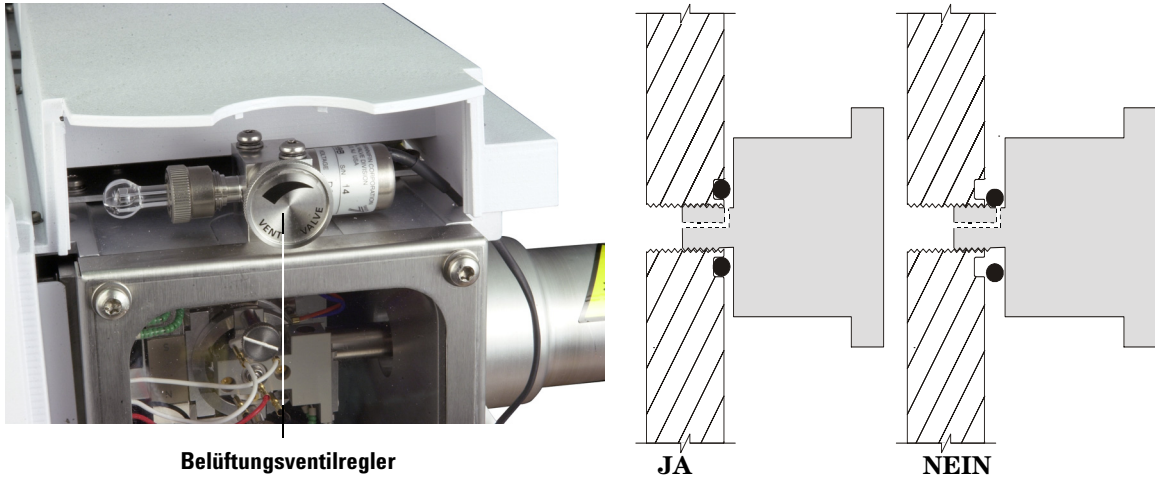

Abb. 20 Entlüften des MSD
- 6 Drehen Sie den Regler am Entlüftungsventil (Abb. 20) *nur* eine 3/4-Umdrehung entgegen dem Uhrzeigersinn bzw. bis Sie das Zischen eines Luftstroms in die Analysatorkammer hören.